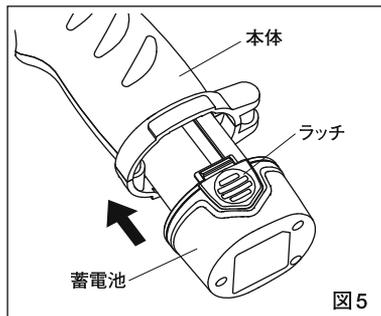

図5
- ④蓄電池を充電器から取外し、本体に取付けてください。(図5)